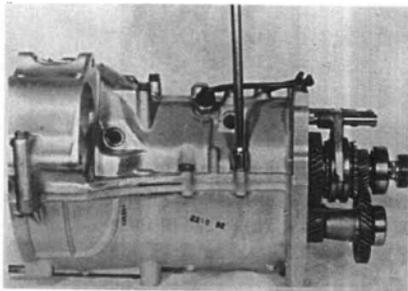
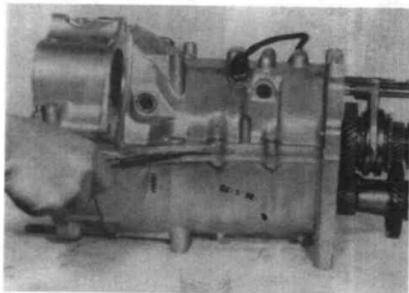
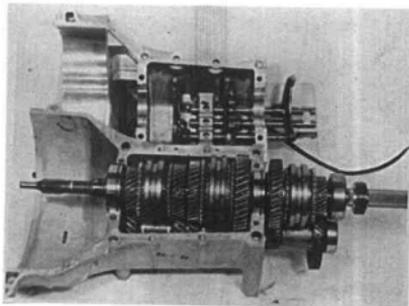

图 10-16
图 10-17
图 10-18
(5) 拆掉上下机匣的紧固连接螺栓，取下上机匣，拿出输出轴总成。采用的工具可以使用螺丝刀或形状相似的钢条来分开上下机匣，但注意不可以插入过深，以免损坏配合表面（图 10-16、图 10-17、图 10-18）。